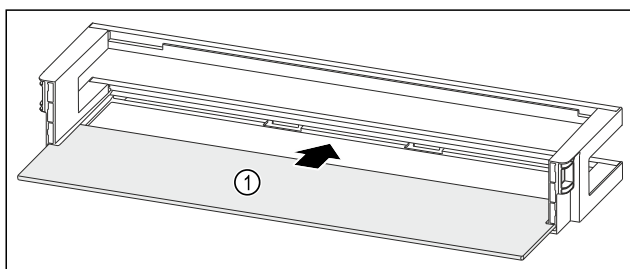

Fig. 129 Dørhylde med hylde
- Skub hylden Fig. 129 (1) ind i udsparringerne i siden.